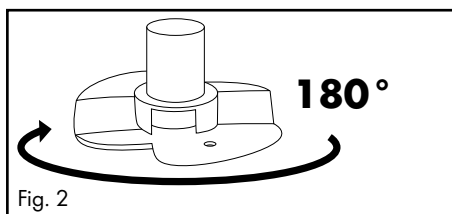
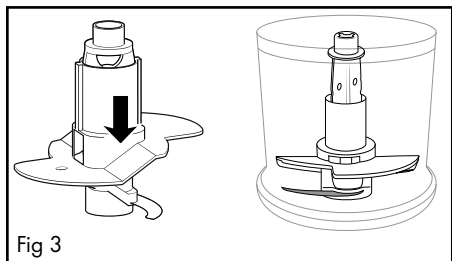

Fig. 2
Fig 3
- Pour 200 ml de crème, tournez l'accessoire batteur **10** horizontalement à 180° (fig. 2) de sorte qu'il n'appuie plus que sur une lame-hélice **7** et s'enclenche (fig. 3). Dans ce cas, il fouette la crème plus en hauteur :